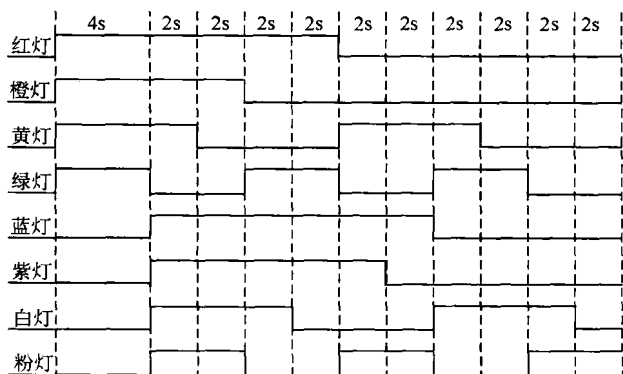

图 4-227 广告灯动作时序图
(1) 控制要求 用功能指令编写程序, 要求启动广告灯后, 广告灯按图 4-227 时序图动作。